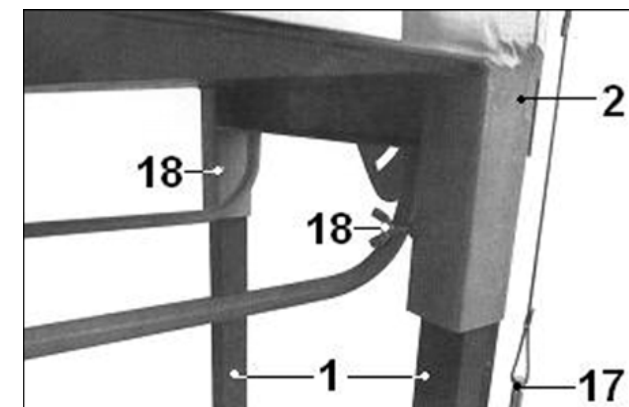

Рис. 4
9.1. Установка ножек (Рис. 4)
9.1.1. Вставьте ножки (1) до упора в специальные гнезда основания (2). Зафиксируйте положение ножек (1) барашковыми болтами крепления (18), как показано на Рис. 4.